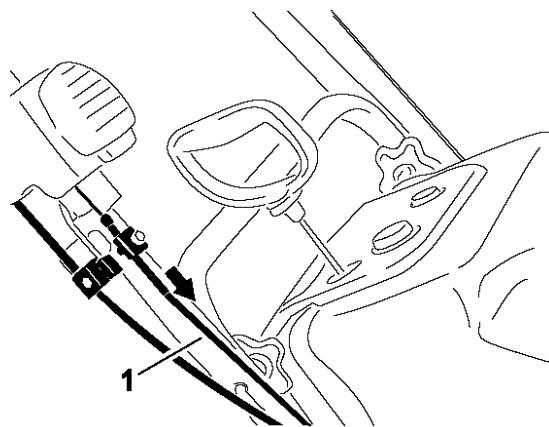

Рисунок 36
5. Тяните верхний трос вперед пока не устраните провисание. Надежно затяните винт на крепеже верхнего троса (рис. 36).